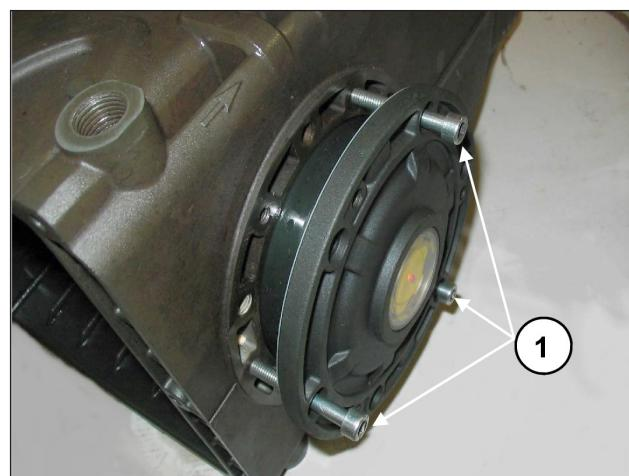
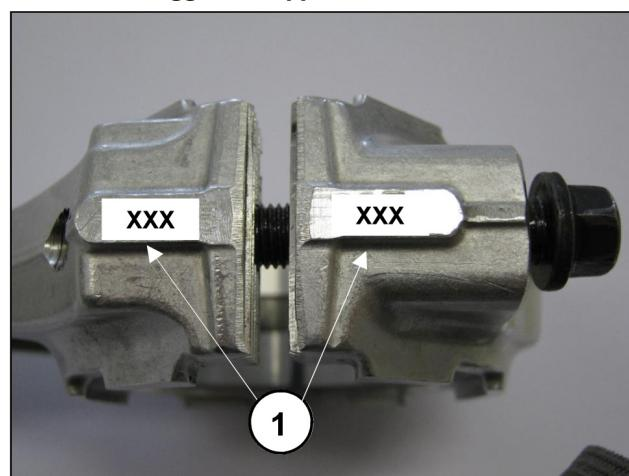

Fig. 8
Fig. 9
Per facilitare l'imbocco del primo tratto ed il relativo inserimento dei coperchi sul carter, si consiglia l'utilizzo di N° 3 viti M6 x 40 parzialmente filettate, (Fig. 8, pos. ①) per poi completare l'operazione con le viti in dotazione (M6x18).
- Accoppiare i cappelli biella ai relativi fusti facendo riferimento alla numerazione (Fig. 9, pos. ①).
Per l'avvicinamento dei due coperchi laterali al carter si possono utilizzare N°3 viti M6x40 per una prima fase di orientamento, come indicato in Fig. 8 e le viti previste per il fissaggio finale.
Dopo aver smontato i coperchi laterali, come indicato al par. 2.1.1, togliere la ghiera esterna dei cuscinetti dai relativi coperchi e la ghiera interna con la rimanente parte del cuscinetto, dalle due estremità dell'albero tramite un normale "cacciaspine" o attrezzo equivalente come indicato nelle Fig. 8 e Fig. 9.